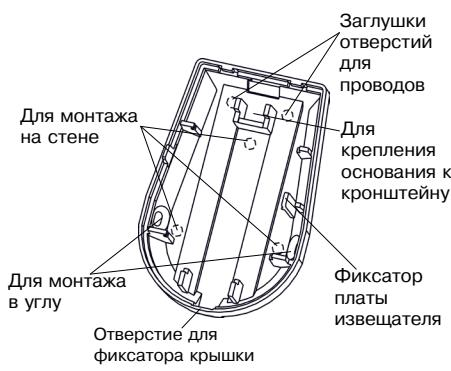

Рисунок 2 – Основание
- Снимите крышку извещателя, откав отверткой фиксатор крышки через отверстие, расположенное в нижней части основания извещателя (рисунок 2).